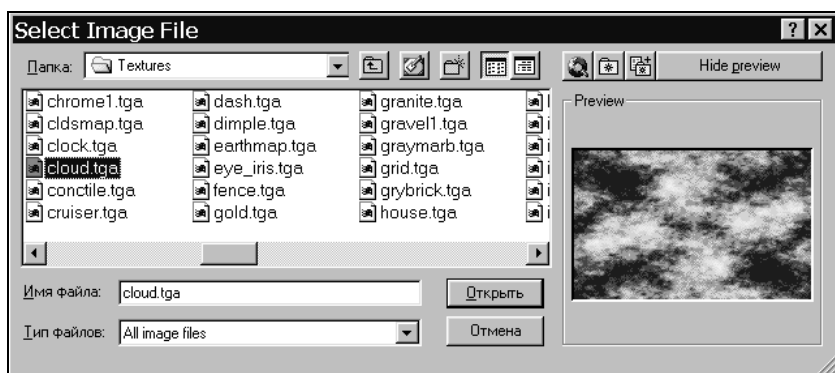

Рис. 11.1. Диалоговое окно **Select Image File**
3. В диалоговом окне **Select Image File** (Выбор файла изображения) (рис. 11.1) выбрать присоединяемый рисунок и нажать кнопку **Open** (Открыть).